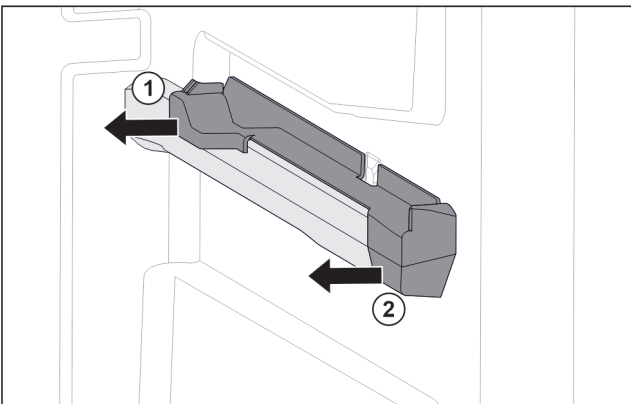

Fig. 30 Aufsteckteil auf der rechten Behälterrippe
- ▶ Aufsteckteil hinten zur Seite abziehen. Fig. 30 (1)
- ▶ Aufsteckteil vorne zur Seite abziehen. Fig. 30 (2)